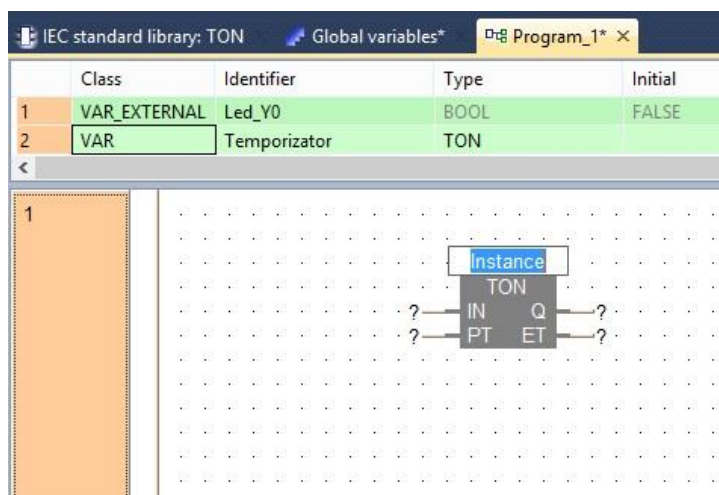

Figura 1-28 Adăugare temporizator TON
Figura 1-28 ilustrează temporizatorul introdus în spațiul de lucru.
5. Declarare variabilă Temporizator, de tip TON precum în figura 1-28, iar numele temporizatorului va deveni Temporizator. Pentru a schimba denumirea temporizatorului care este inițial setată pe valoarea Instance, se acționează prin dublu-click pe denumirea Instance și se completează noua denumire. Denumirea trebuie să fie identică cu numele variabilei de tip TON declarate.